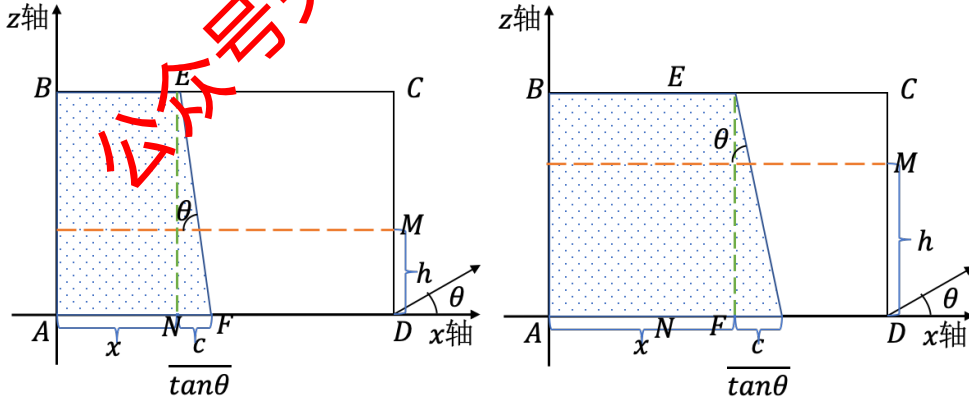

图 9:  $h_k(t) \leq \frac{c_k}{2}$  和  $h_k(t) > \frac{c_k}{2}$  时油面形状为梯形 2 示意图
(4) 油面呈现为“梯形 2”:  $|\theta| > \theta_2$  且  $h_k(t) \leq \frac{c_k}{2}$ ;  $|\theta| > \theta_4$  且  $h_k(t) > \frac{c_k}{2}$ 。如图 9 所示。